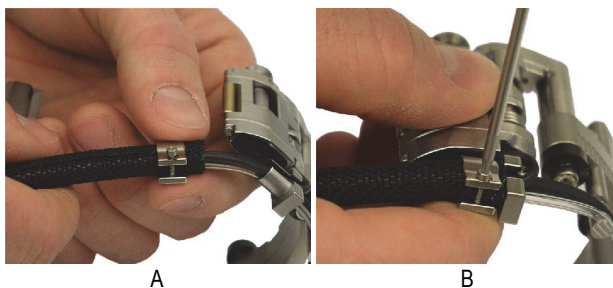

Рис. 2-3 Установка зажимного кольца
3. Установите зажимное кольцо следующим образом (см. Рис. 2-3 на стр. 25):